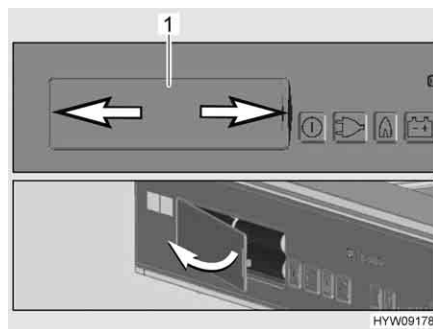

Fig. 193 Vano batteria
- Premere contemporaneamente a sinistra e a destra sul coperchio (Fig. 193,1) del vano batteria (freccia).